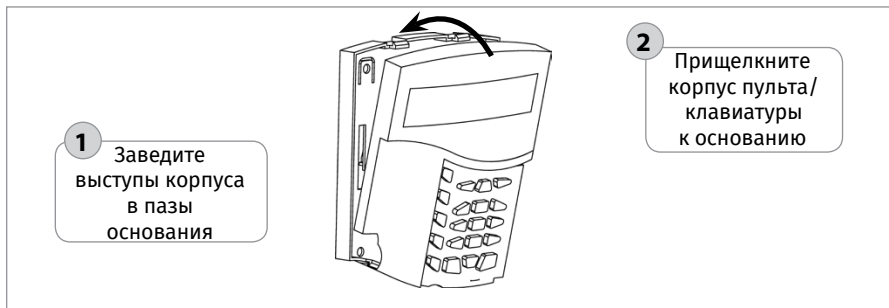
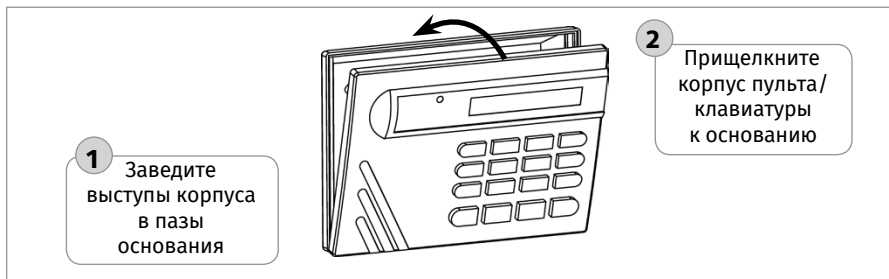
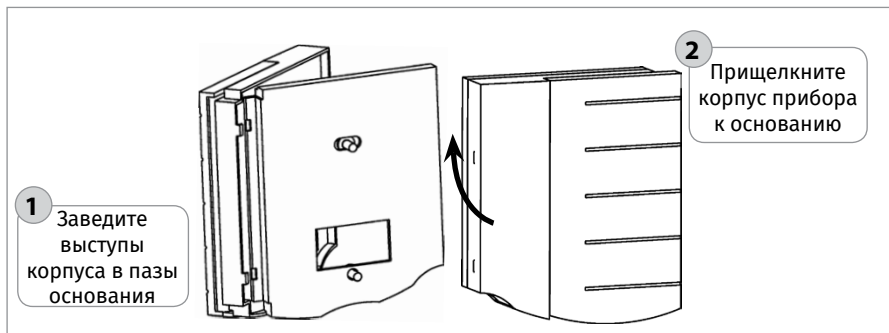

Рисунок 7. Установка корпуса пульта «С2000М», «С2000М исп.02»
Рисунок 8. Установка корпуса клавиатуры «С2000-К»
Рисунок 9. Установка корпуса пульта «С2000-КС»
8. Установите корпус пульта/клавиатуры на основание в последовательности, указанной на Рисунок 7, Рисунок 8 и Рисунок 9.